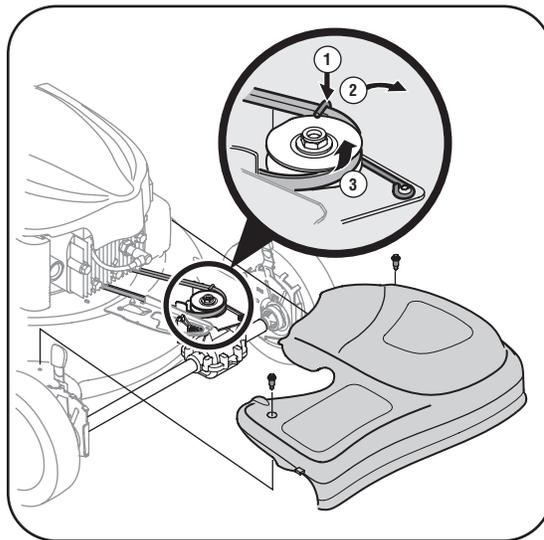

Figura 6
1. Extraiga los dos tornillos con reborde asegurando la cubierta frontal a la cubierta de la podadora. Vea la Figura 6. Presione hacia adentro sobre los laterales de la cubierta frontal y suelte las aletas que la aseguran a las ménsulas del ajustador de altura. Quite la cubierta de la podadora.
2. Tire hacia arriba del alambre de la guarda de la correa y extráigala de la polea de transmisión. Vea el inserto de la Figura 6.